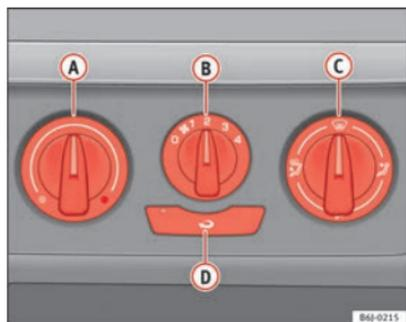

Abb. 89 In der Instrumententafel: Bedienelemente der Heizung
- Mit den Reglern **A** und **C** und dem Schalter **B** ⇒ Abb. 89 stellen Sie die Temperatur, die Luftverteilung und die Gebläsestufen ein.